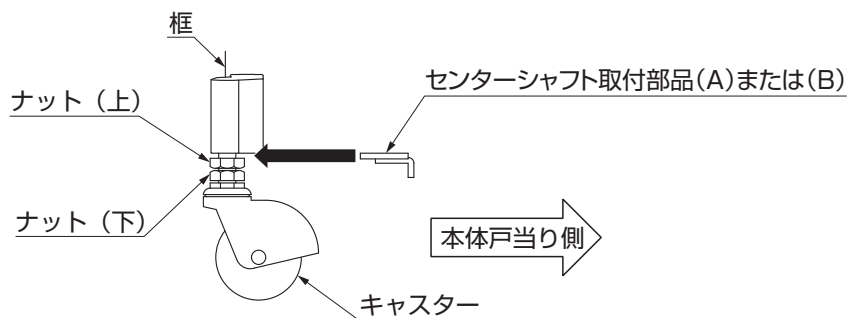

図12-2
- ② 「センターシャフト取付部品(A)または(B)」を「ナット(上)」の上側に挿入して、「センターシャフト取付部品」を固定してください。(図12-2参照)